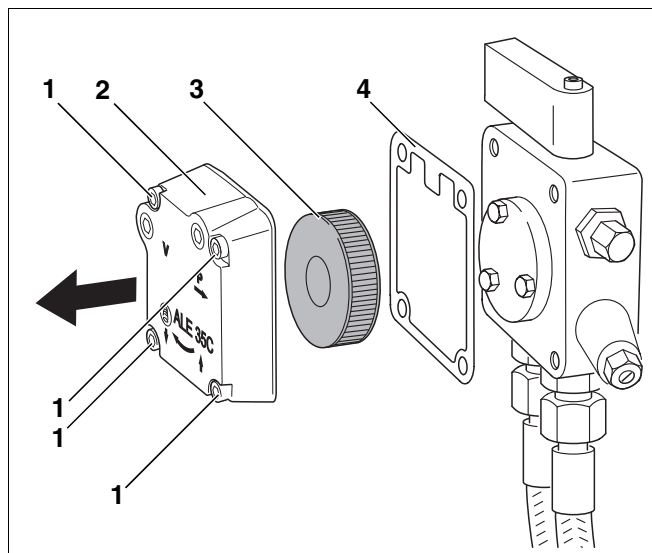

Рис. 27 Проверка фильтра топливного насоса Suntec
- Открутить четыре болта с внутренним шестигранником (рис. 27, поз. 1).
- Снять крышку корпуса (рис. 27, поз. 2).
- Вынуть топливный фильтр (рис. 27, поз. 3).
- Проверить уплотнение (рис. 27, поз. 4), заменить его при наличии повреждений.
- Очистить фильтр топливного насоса (рис. 27, поз. 3) промывочным бензином, если требуется, заменить его, и вновь установить на прежнее место.